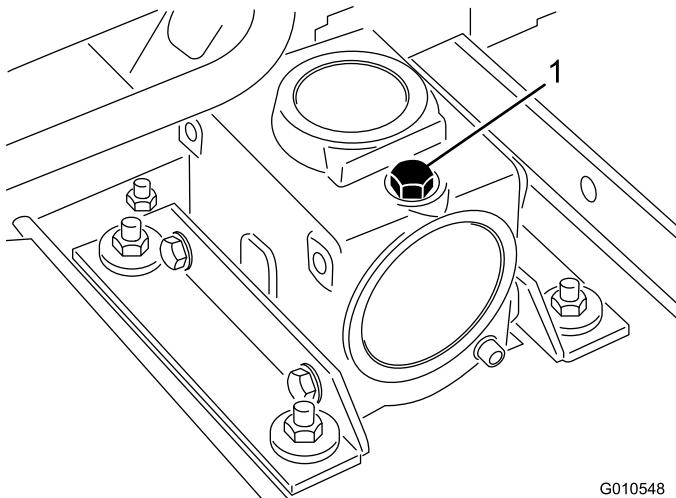

Figura 23
2. Parcheggiate la macchina e l'apparato di taglio su una superficie piana e abbassate l'apparato di taglio. Togliete il tappo di riempimento/asta di livello da sopra gli ingranaggi (Figura 23) e verificate che il lubrificante si trovi tra i segni riportati sull'asta. Se il lubrificante è insufficiente, aggiungete lubrificante per ingranaggi SAE 80-90 fino a portarne il livello tra i segni. La capienza della scatola ingranaggi è di 283 ml.